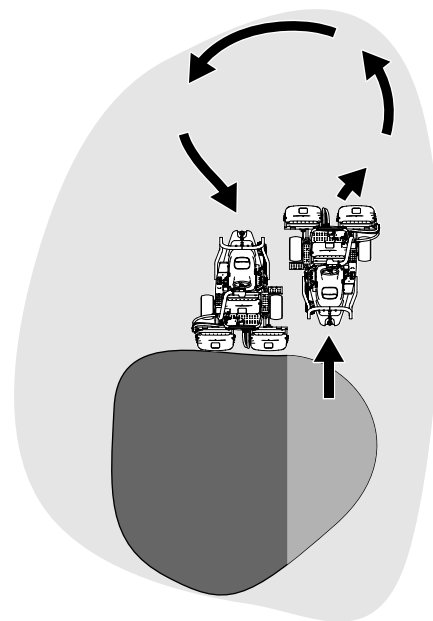

Figura 23
6. Per ridurre i tempi operativi e facilitare l'allineamento per la passata successiva, sterzate momentaneamente la macchina nella direzione opposta, quindi sterzate nella direzione della porzione non tagliata. Questo movimento delinea una curva a goccia (Figura 23) che allinea rapidamente la macchina per la passata successiva.